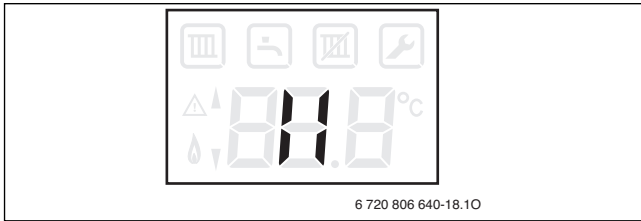

Рис. 27
- ▶ Включите котёл кнопкой «Stand-by» (→ рис. 27).